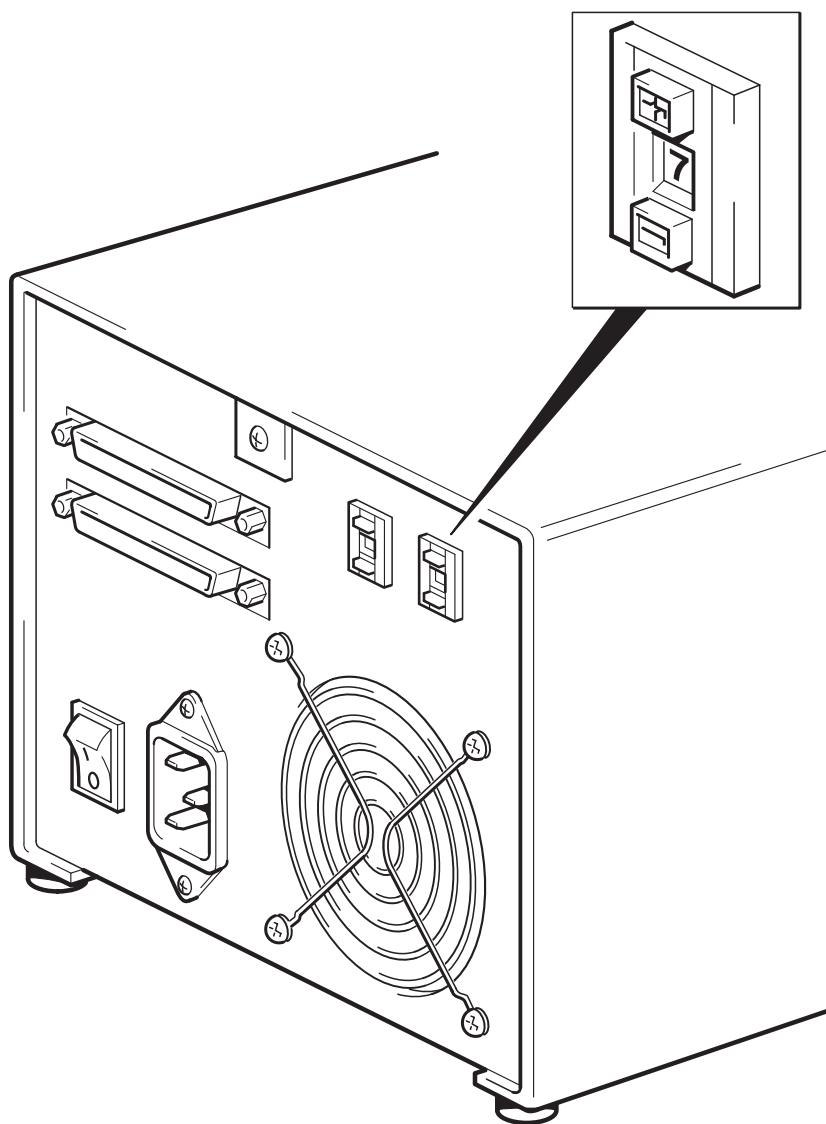

图 4: 检查选项开关
- 1 按照上表所示，检查自动装载机选项开关（图 4 中的右侧的开关）的值设置是否正确。对于运行 Solaris 2.6 版本或更低版本的 Sun 工作站，只需将开关值更改为 5 即可。
- 2 对您的系统来说，如果选项开关未设置为正确值，请更改磁带机后部配置开关的缺省设置，如图 4 所示。